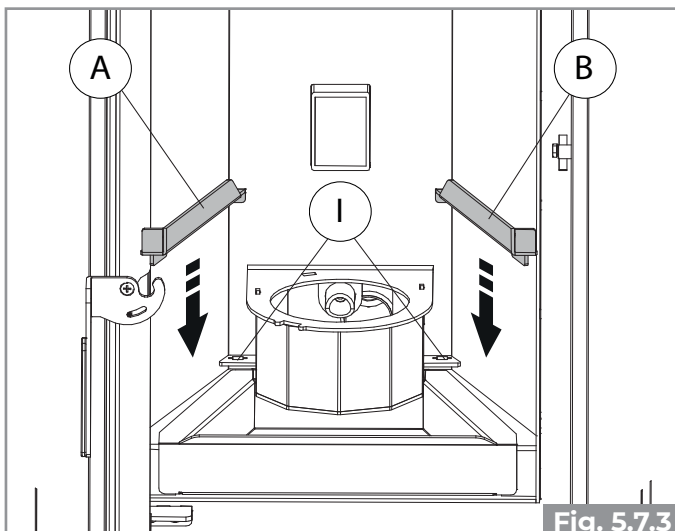

Fig. 5.7.3
- Inserire i due supporti A e B avendo cura che le due lame presenti nella parte posteriore dei supporti vengano inserite nelle apposite feritoie I predisposte all'interno della camera di combustione (Fig. 5.7.3 - Fig. 5.7.4);